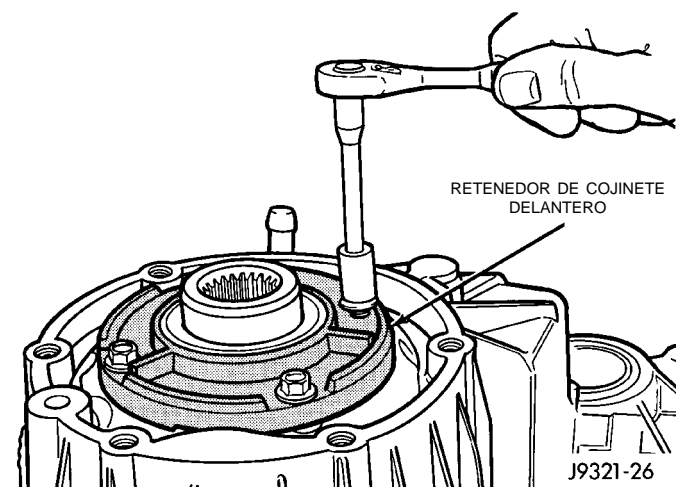

Fig. 34 Desmontaje del perno del retenedor de cojinete delantero
(1) Gire la caja delantera sobre un lado de modo que se pueda acceder al retenedor del cojinete delantero.
(2) Retire los pernos del retenedor de cojinete delantero (Fig. 34).
(3) Retire el retenedor de cojinete delantero del siguiente modo: